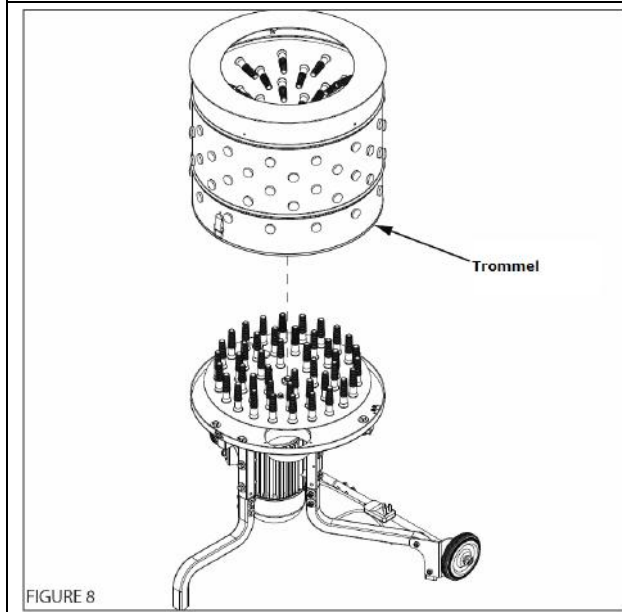

FIGURE 8
8. Trommel auf Maschine platzieren (**FIGURE 8**).